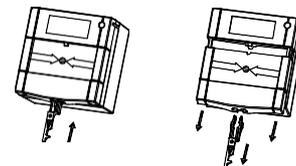

Рис. 3 – иллюстрация отсоединения лицевой панели корпуса
ПРИМЕЧАНИЕ: Устройство поставляется отдельно от монтажной коробки, готовое к установке. Однако при необходимости можно отделить переднюю панель от корпуса, вставив ключ для сброса и аккуратно потянув нижнюю часть передней панели вниз и от корпуса. Удаление рабочего элемента откроет доступ к винтам, крепящим корпус к монтажной коробке (см. рис. 3–5).
1. Отсоедините лицевую панель от корпуса, вставив ключ для сброса и аккуратно потянув за нижнюю часть лицевой панели вниз от корпуса (см. Рис. 3)